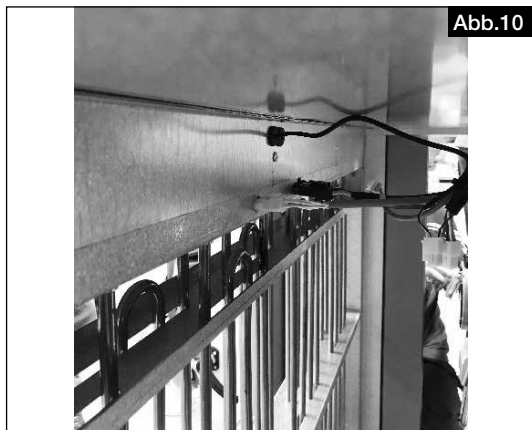

Abb.10
3. Elektrische Nachheizung über Stecker anschließen (s. Abb.10).